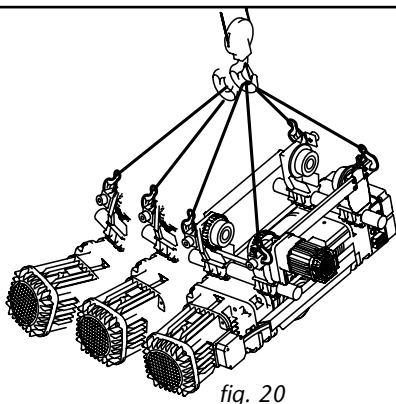

fig. 20
- Effettuare la presa e movimentare con molta attenzione il paranco, o il carrello/paranco, nella zona adibita per lo scarico evitando oscillazioni, pendolamenti e sbilanciamenti pericolosi (fig. 20).